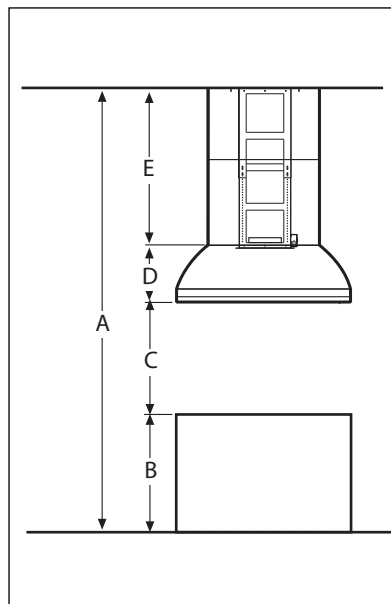

FIG.1
La figure 1 ci-dessous illustre une installation de hotte typique. Lorsqu'elle est installée avec le kit d'accessoires de cheminée IVCK, la hotte peut être installée à une hauteur de 76,2 à 91,4 cm (30 à 36 po) dans les cuisines dont le plafond s'élève de 2,6 à 3 m (8 à 10 pieds). Toute installation en dehors de cette norme nécessite un cadrage sur mesure. Consultez un installateur qualifié pour un cadrage sur mesure.
Voir la figure 1.
Voir fig. 1. Évitez d'utiliser un conduit plus petit que celui spécifié.
4. Installez un tube électrique de 1,3 cm/1/2 po à l'emplacement marqué sur le gabarit, sur une longueur de E moins 7,9 cm/3-1/8 po ($E - 7,9 \text{ cm}/3-1/8 \text{ po}$) à partir du plafond (utilisez la formule de la figure 1).